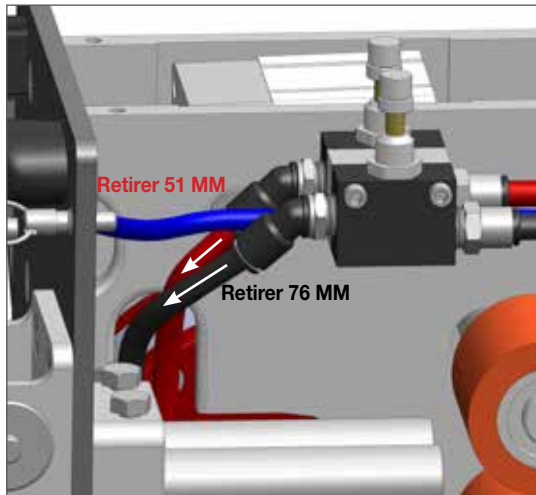
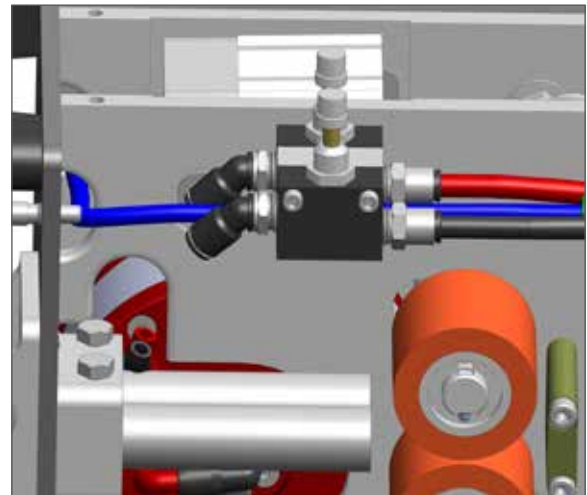

FIGURE 1
FIGURE 2
1. Posez les 3 ensembles de raccords JIC sur le nouveau distributeur d'air AutoStroke. Utilisez une pâte ou un ruban pour filetages sur les raccords filetés coniques NPT. Refixez le distributeur d'air à l'aide des 2 vis à tête hexagonale réservées de l'ensemble de distributeur d'origine. **(FIGURE 1)**
2. Rebranchez les 3 tubes (bleu, rouge et noir) sur les raccords enfichables en bas du distributeur d'air. **(FIGURE 2)**
1. Débranchez les tubes pneumatiques rouge et noir des raccords à gauche des commandes de débit. **(FIGURE 1)** Coupez exactement 51 mm à l'extrémité du tube rouge et 76 mm à l'extrémité du tube noir. **(FIGURE 2)**